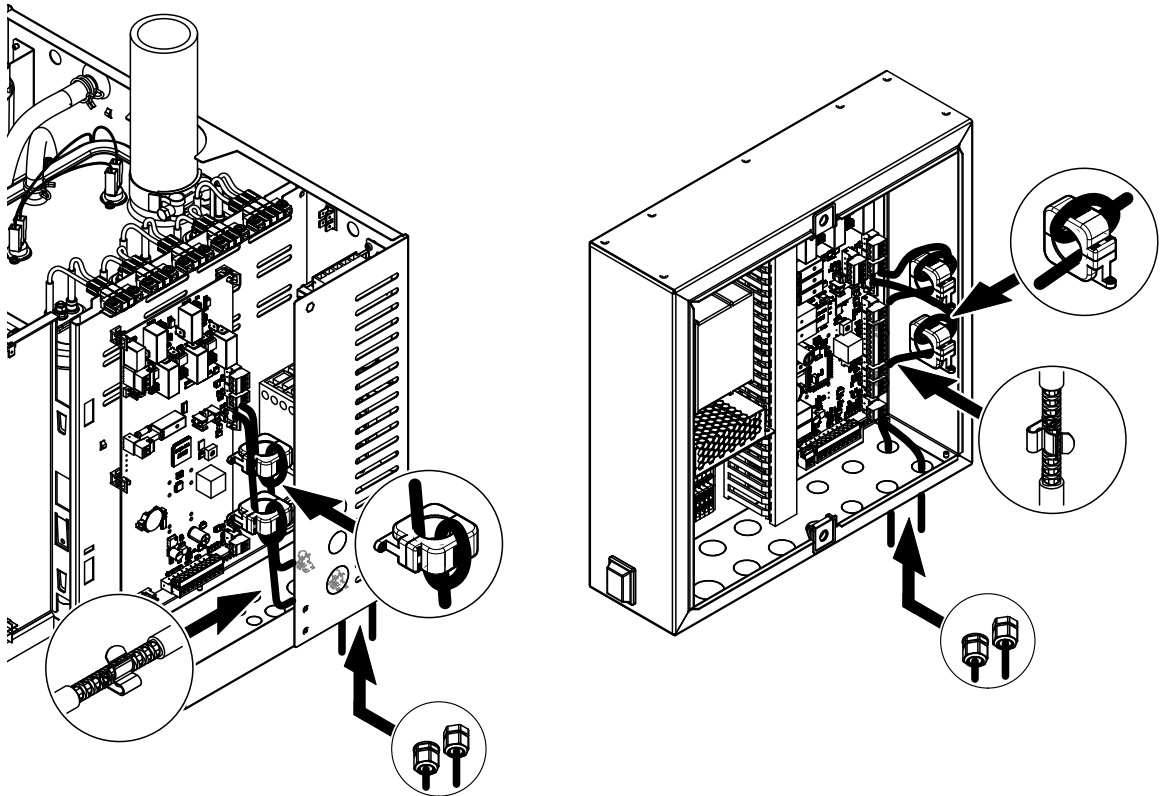

Abb. 24: Die Kabel durch Ferritring führen und Kabelabschirmung im Klemmhalter befestigen
3. Das bzw. die CAN BUS-Kabel wie in Abb. 24 gezeigt in einer Schlaufe durch den/die Ferritring(e) führen.